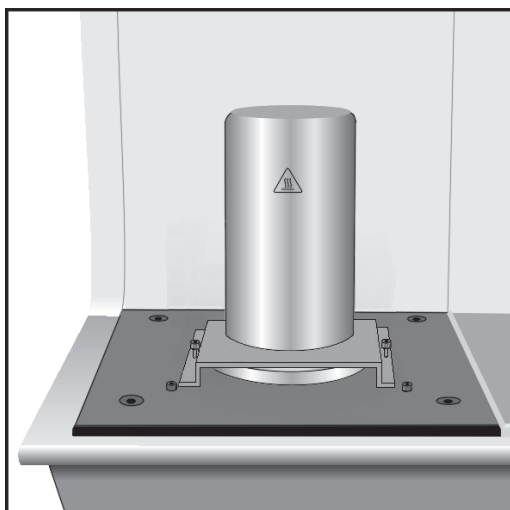

Abbildung 7
- b. *Ohne Wärmeaustauscher:* Setzen Sie die Metallglocke über die Zelle. Installieren Sie dann die geeignete Sicherheitsvorrichtung für Ihr Gerät: die Halteklammer für das DSC 2010 (siehe Abbildung 7) oder die Halteknöpfe für das DSC 2920 (siehe Abbildung 8). Dadurch wird sichergestellt, dass die Metallglocke den gewünschten Schutz bietet.